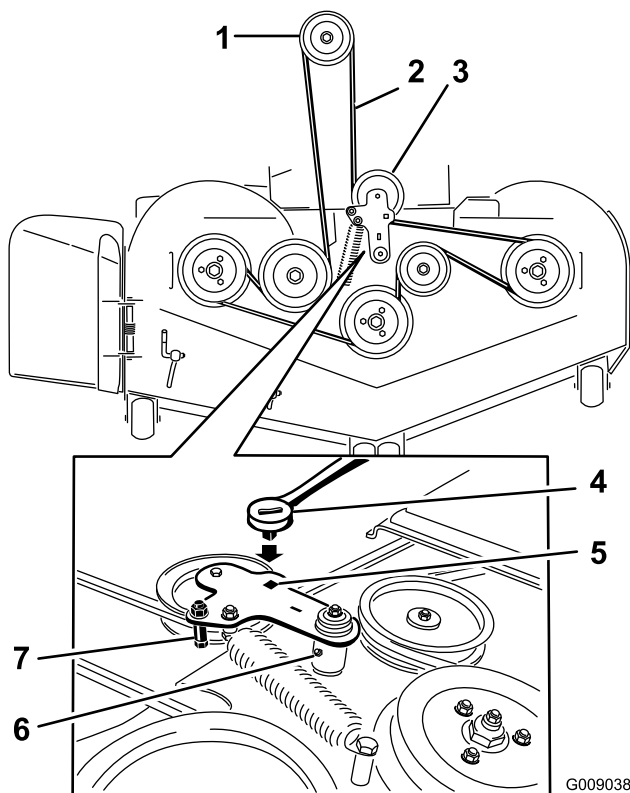

Figure 99
5. Soulevez le bac de plancher et insérez un rochet dans le trou carré de la poulie de tension du tablier (Figure 99).
6. Tournez la poulie de tension dans le sens horaire et déposez la courroie du tablier (Figure 99).